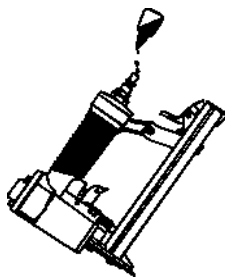

Fig. 3
1. Vérifiez si l'outil a besoin d'être lubrifié. Si nécessaire, versez deux gouttes d'huile dans le raccord à air comprimé, voir fig. 3. Si vous utilisez une unité de lubrification, vérifiez s'il est nécessaire de faire l'appoint d'huile.